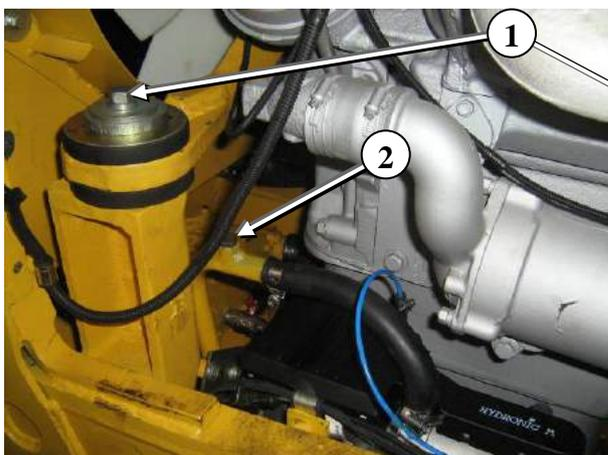

Рисунок 4.14
- при замене или доливке жидкости вывернуть пробку **2** (см. рисунок 4.14) на трубопроводе подогревателя для удаления воздуха из системы, после полного удаления воздуха пробку установить на место.